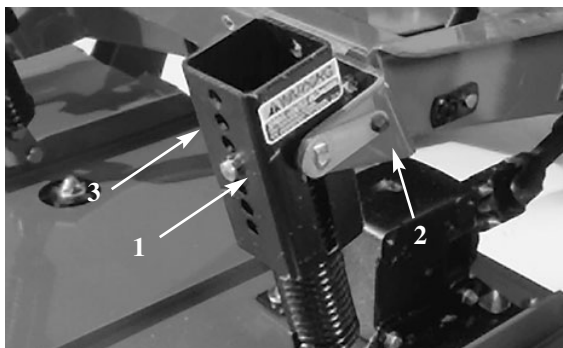

Fig. 12
2. Staccare il contrappeso dal trattorino, togliere i perni di bloccaggio dalle staffe, separare i gruppi di tensionamento molle dalle staffe ed appoggiarli sul piatto di taglio. Fissare i perni di bloccaggio alle staffe, senza stringere, per non smarrirli (Fig. 12).